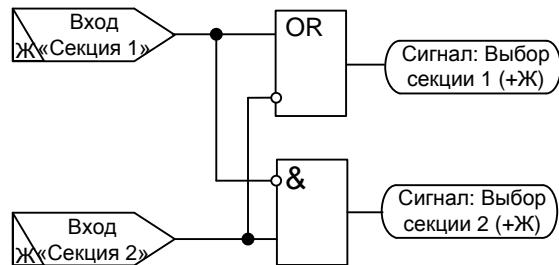

Рисунок 5.2 – Логика выбора регулируемой секции.
**Режим работы** может быть выбран кнопкой с пульта управления «Руч/авт» или с помощью дискретного входа «Аvt. режим». Логика переключения режима управления представлена на рис. 5.2.
**Выбор регулируемой секции** осуществляется с помощью дискретных входов «Секция 1» и «Секция 2». При одновременном наличии или отсутствии данных входов для регулирования будет выбрана секция 1 (см. рис. 5.2).